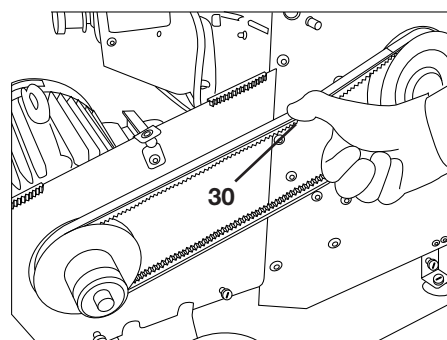

Bild 24
Der Keilriemen (30) ist richtig gespannt, wenn Sie mit dem Daumen den Keilriemen ca. 10 mm durchdrücken können („Bild 24“).
Spannen Sie den Keilriemen (30) so weit, bis Sie mit dem Daumen den Keilriemen ca. 10 mm durchdrücken können (siehe „Bild 24“).